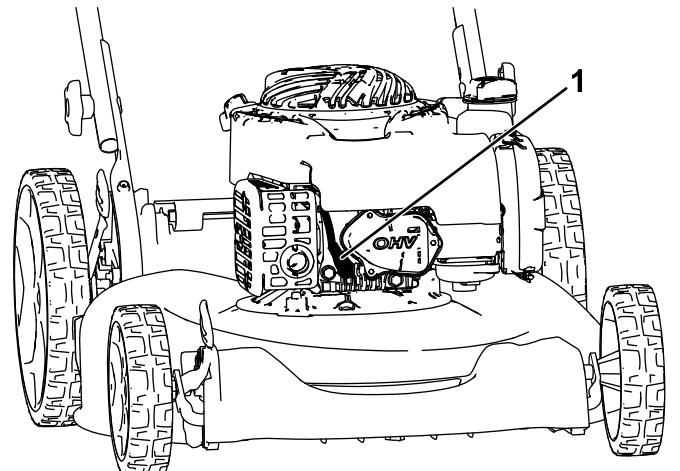

Figura 15
- Desconecte el cable de la bujía (Figura 15).